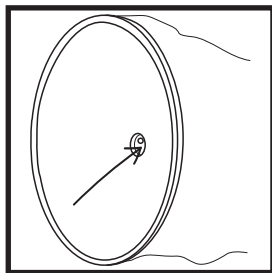

Abb. 5
1. Der Lichtschalter befindet sich in einem Loch im Boden des Sockels (Abb. 5).